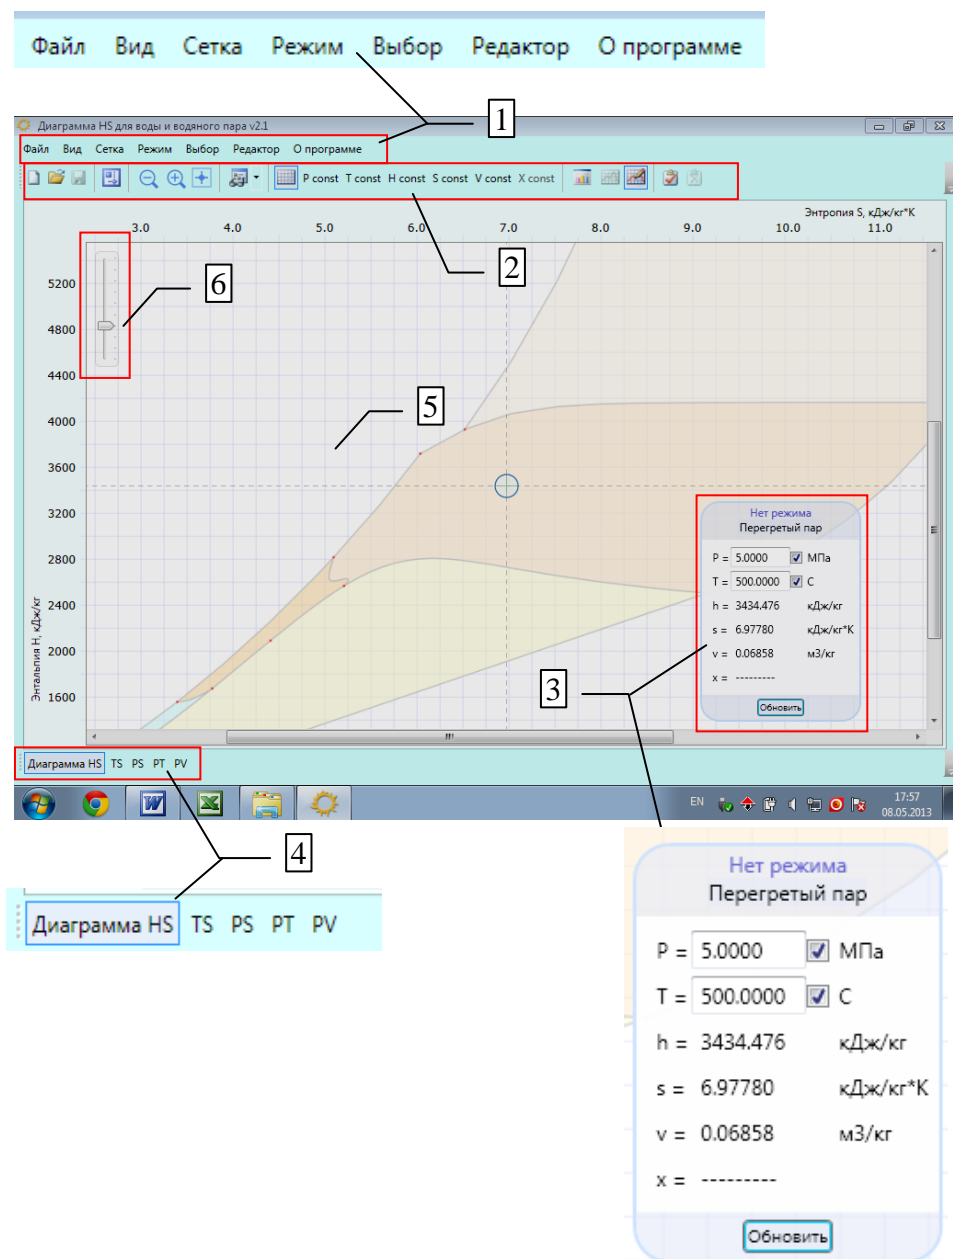
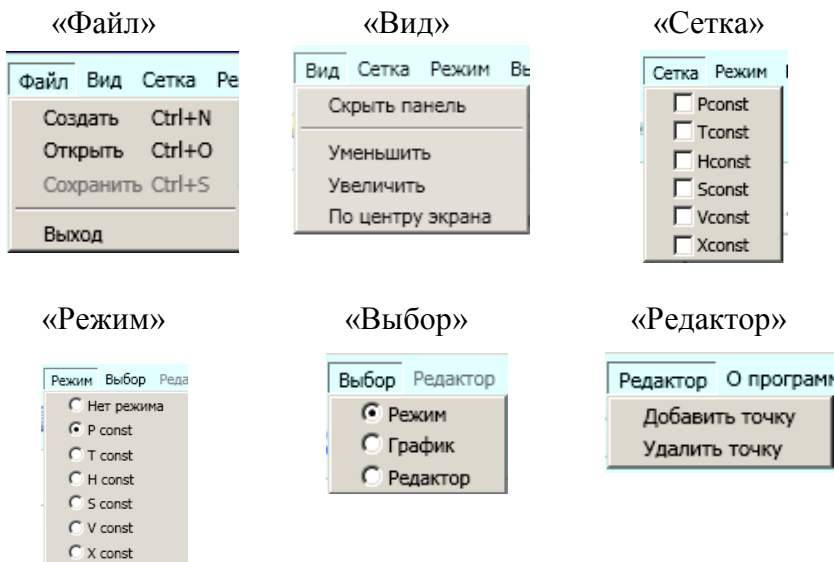
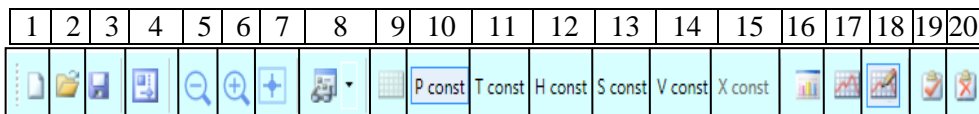

Рис. 5 Рабочее вікно програми “HS-diagram v.2.01”.
Рис. 6. Внутрішні меню головного меню.
Рис.7 Піктограми команд.
На екрані з’являється робоче вікно програми (рис.5), де в рядку головного меню розміщені команди: «Файл», «Вид», «Сетка», «Режим», «Выбор», «Редактор» та «О программе», які мають свої внутрішні меню (рис. 6).
Під основним меню розташована панель інструментів даної програми з піктограмами команд (рис.7):
На робочому полі (рис. 5, поз. 5) знаходиться «Панель данных» (рис. 5, поз. 3) для внесення значень параметрів певної точки. При її відсутності необхідно натиснути відповідну піктограму на панелі інструментів (рис. 7, поз. 4).
В нижній лівій частині робочого поля знаходяться кнопки зміни діаграм (рис. 5, поз. 4)
2. Для початку роботи в головному меню відкриваємо команду “**Файл**” (рис.5, поз. 1) і обираємо пункт меню “**Создать**”.
3. Обираємо тип діаграми (рис.5, поз. 4) для побудови циклу. Наприклад, HS діаграма.
4. Масштаб діаграми можна змінювати у вкладці «Вид» або за допомогою курсору масштабу на самій діаграмі (рис.5, поз.5) чи натисканням піктограми команди на панелі інструментів.
6. Для побудови циклу задаємо параметри першої точки (точки **0**), тобто тиск (**p_0 , МПа**) і температуру (**t_0 , °C**) водяної пари на вході в турбіну. На панелі даних (рис.5, поз. 3) позначаємо параметри, якими задана точка **0** (наприклад, **p_0**), після чого вносимо значення у відповідний рядок. Аналогічно вносимо данні і для другого параметру (наприклад, **t_0**) точки **0** і натискаємо “**Обновить**”.
14. Для перегляду побудованого циклу необхідно перейти в режим «Просмотр графика» (рис. 7, поз. 17).
Після побудови циклу, його необхідно зберегти за допомогою піктограми «Сохранить график» (рис. 7, поз. 3)